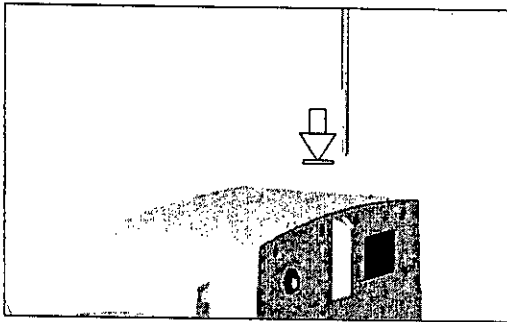

fig. 4
- F. Oriente e introduzca el pescante en el alojamiento previsto en la parte posterior de la consola y suspenda el frasco o la botella fig. 4.